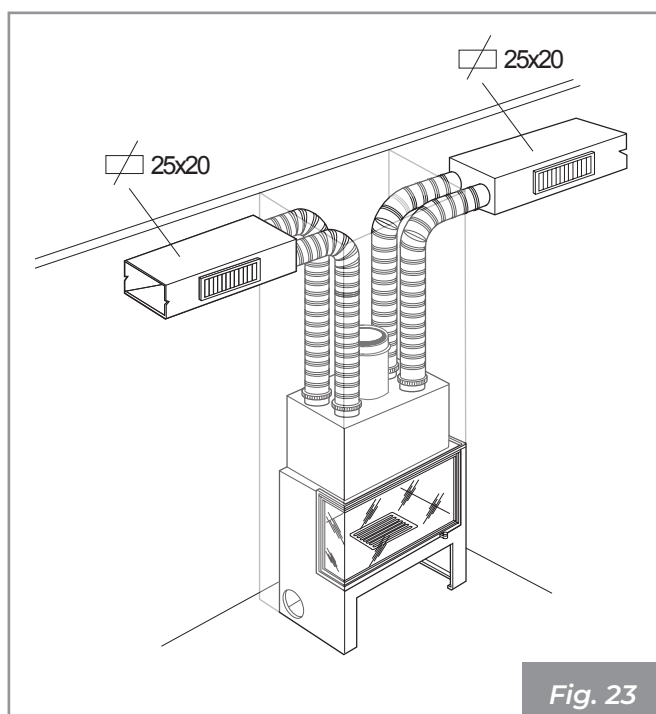

Fig. 23
- Tubo liscio metallico - lunghezza fino a 14 m su doppio condotto (**Fig. 23**).